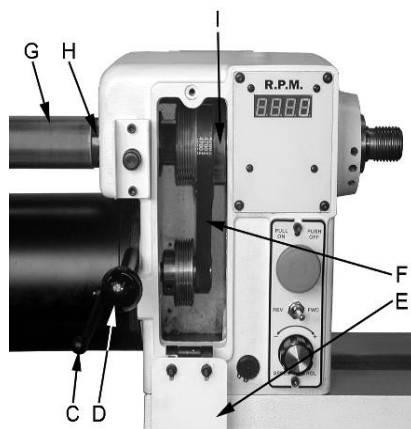

Fig 22
Retirer la protection de la courroie (E, Fig.22), enlever la courroie (F) de sa poulie
Desserrer les 2 vis sans tête puis retirer le volant à main (G, Fig. 22).